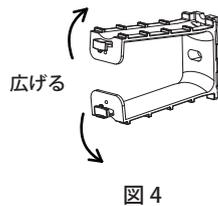

図4
2. 機器の前面からの光コードまたは LAN ケーブルをコードガイドに通してください。コードガイドの先端部を指で広げると容易に通すことができます。(図4)